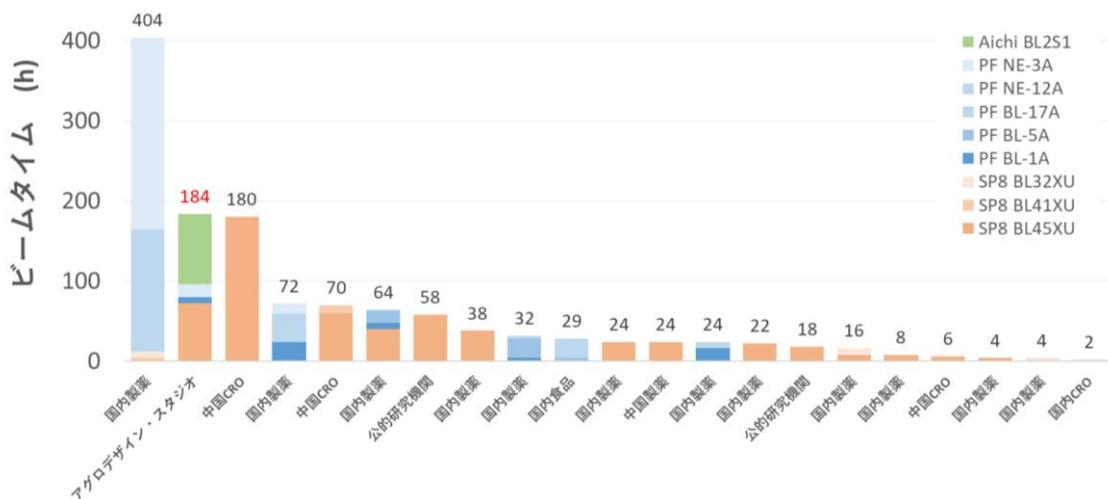
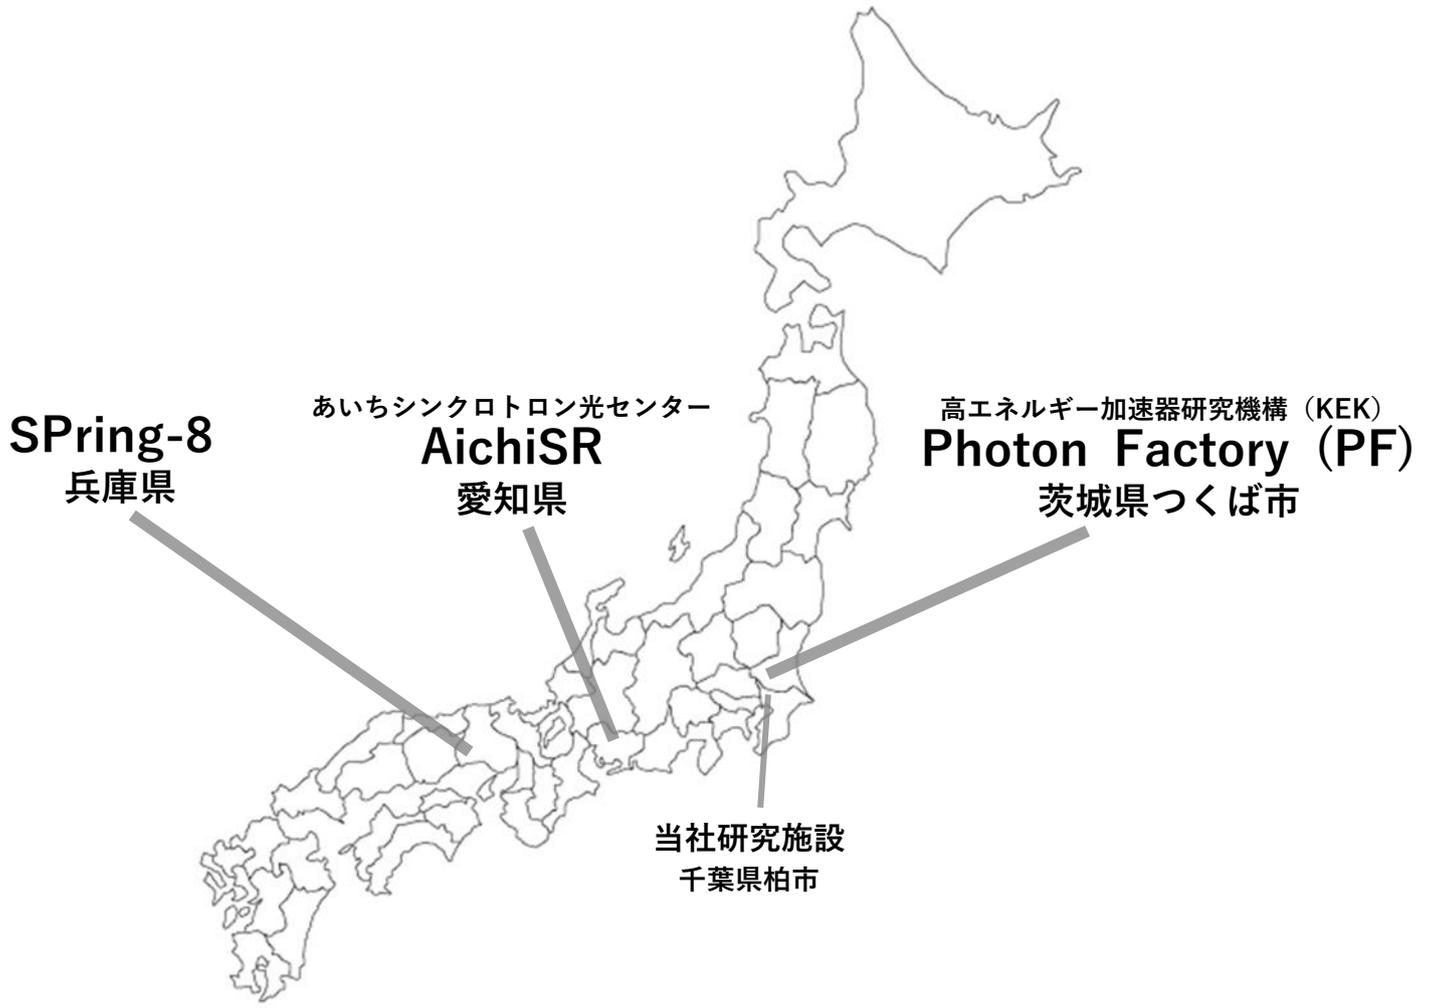

図 10 国内放射光ビームライン成果占有(商用)測定時間数（2022年8月～12月）※公知情報より当社調べ
図 11 利用可能な放射光施設 (国内 3 施設)
当社は自社創農薬のために放射光施設での豊富なビームタイム（測定時間）を利用してきました（図 10）。また、放射光施設の SPring-8、高エネルギー加速器研究機構 Photon Factory (PF)、あいちシンクロトロン光センター（AichiSR）を日常的に利用しており、（図 11）お客様のご要望に応じてスイス国 Swiss Light Source (SLS)、フランス国 European Synchrotron Radiation Facility (ESRF) のビームタイムも手配することが可能です。さらに当社